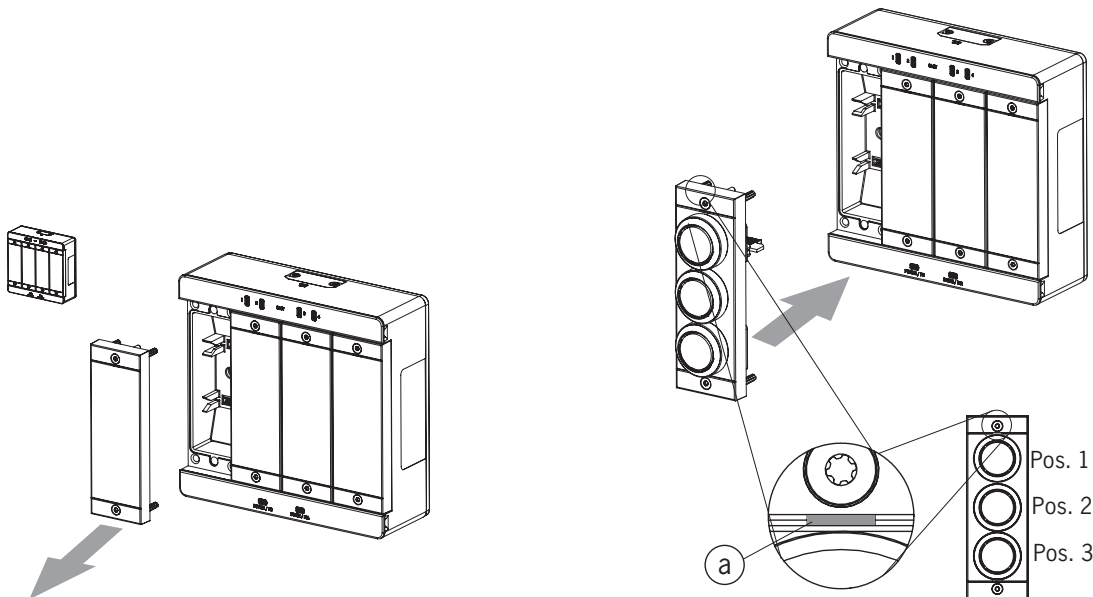

Bild 5: Submodul montieren
- Ausrichtung des Submoduls beachten. Siehe Markierung (a) in *Bild 5: Submodul montieren*. Submodule können auch um 180° gedreht eingebaut werden. Die Markierung (a) gibt immer die erste Bestückungsposition an. Im Beispiel unten also die Position des Drucktasters S1.